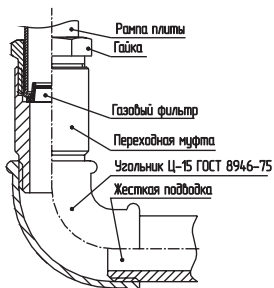

рис. 2
4.1. ЖЕСТКОЕ ПОДСОЕДИНЕНИЕ (рис.2)
■ Жесткое подсоединение к газовому стояку (рис. 2) производится с помощью переходной муфты (в комплект поставки не входит).